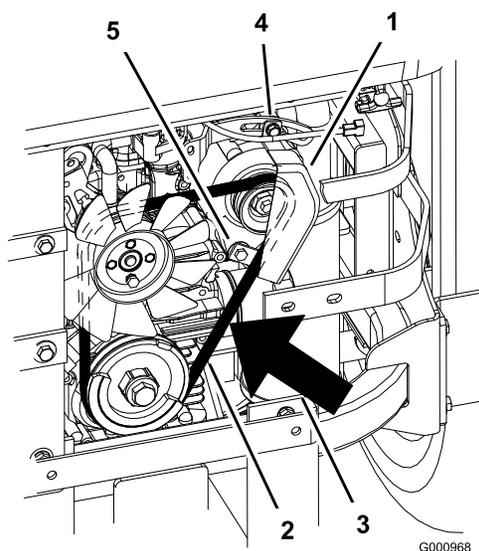

Figura 72
7. Allentate il bullone inferiore e togliete il bullone superiore che fissa l'alternatore ed il coperchio (Figura 72).
9. Montate la nuova cinghia attorno alle pulegge e all'alternatore (Figura 72).
14. Serrate il bullone inferiore e montate il bullone superiore che fissa l'alternatore ed il coperchio (Figura 72).
2. Regolate l'alternatore verso l'esterno fino ad ottenere una flessione della cinghia di 7–9 mm tra le pulegge del motore e dell'alternatore con una forza di 10 kgf (Figura 72).
5. Se la flessione è esatta, serrate i bulloni inferiore e superiore (Figura 72).